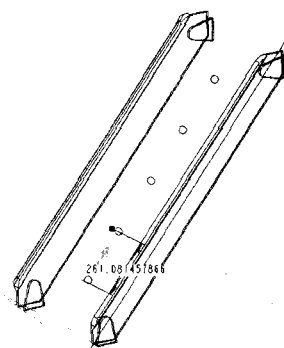

图6 踏步板阵列图
⑤点击阵列命令,以直线L1作为该阵列的方向参考来完成其它踏步的建模,由于最上面的踏步要比其它踏步都要宽一些,所以还要通过拉伸薄板命令加宽该踏步,如图6所示。